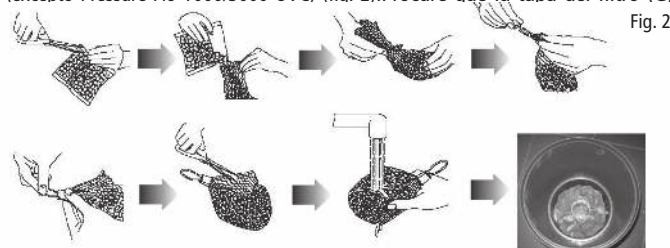

Fig. 2
- Los materiales filtrantes biológicos se deben colocar en la caja del filtro, según se indica en la imagen (excepto Pressure-Flo 1000/3000 UVC) (fig. 2). Procure que la tapa del filtro (G) esté